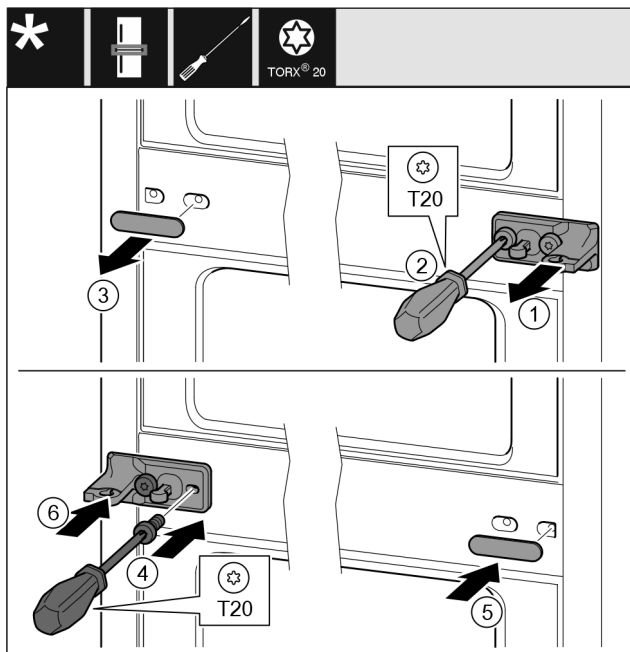

Fig. 33
- ▶ Scoateţi şaiba. Fig. 33 (1)
- ▶ Extrageţi prin rotire şuruburile cu şurubelniţa T20. Fig. 33 (2)
- ▶ Desprindeţi cu precauţie apărătoarea. Fig. 33 (3)
- ▶ Înşurubaţi ferm pe cealaltă parte suportul de lagăr cu folie rotit cu 180°. Fig. 33 (4)
- ▶ Ataşaţi pe cealaltă parte capacul rotit cu 180°. Fig. 33 (5)
- ▶ Montaţi şaiba din faţă. Fig. 33 (6)